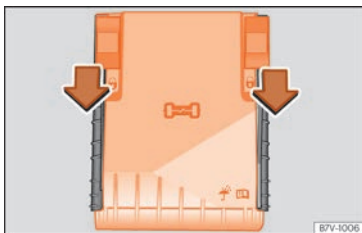

Fig. 62 En el vano motor: tapa de la caja de fusibles.
- Desplace las pestañas de bloqueo hacia delante, en el sentido que indica la flecha para desbloquear la tapa de la caja de fusibles »» fig. 62.